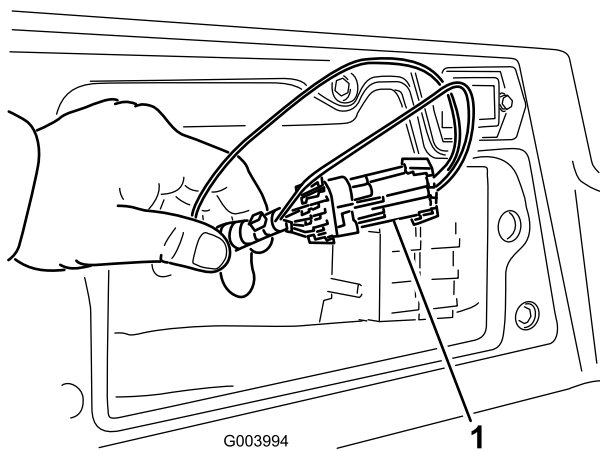

Figura 47
3. Localice el arnés de cables y los conectores, que están situados cerca del controlador (Figura 47).